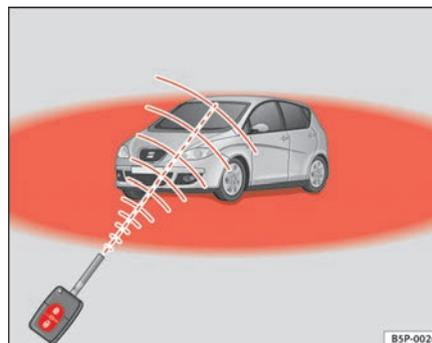

Fig. 64 Radio de acción del mando a distancia por radiofrecuencia
- El mando a distancia por radiofrecuencia funciona únicamente dentro de su radio de acción ⇒ página 106, fig. 64 (zona roja).